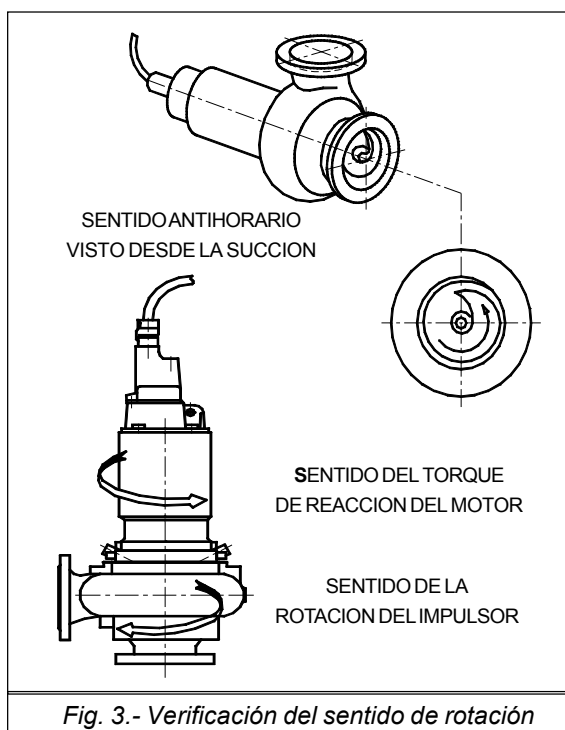

Fig. 3.- Verificación del sentido de rotación
5.1.3 Verificación del sentido de rotación (Fig. 3)